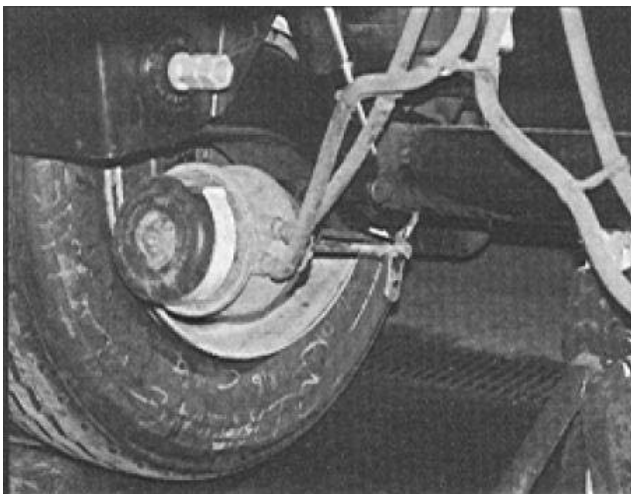

Figura 18
16. Posicione la cámara de frenos en el soporte de montaje, apriete las tuercas. Remueva la herramienta de liberación (si fue usada) siguiendo el procedimiento del fabricante de la cámara de frenos. Las advertencias y precauciones del fabricante de la cámara de frenos deben ser observadas. Ver Figura 18.